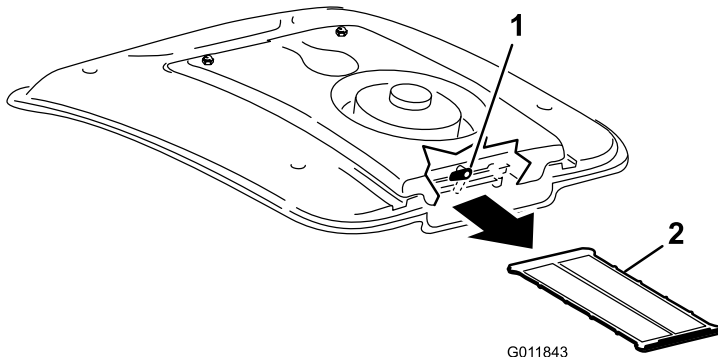

Figura 57
2. Ruotate di lato il dispositivo di chiusura sulla parte posteriore del supporto della ventola (Figura 57).
3. Estraiete la griglia A/C da sotto la serpentina refrigerante (Figura 57).
4. Pulite accuratamente la griglia con aria compressa (Figura 57).